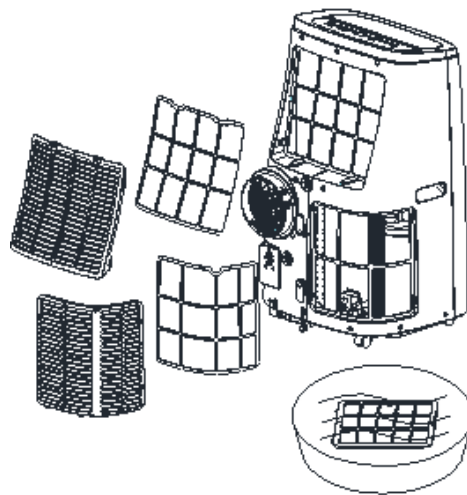

Fig.6
- Pulire il filtro per la polvere una volta ogni due settimane per non influenzare il volume d'aria. Pulire il filtro con del detersivo neutro e con acqua calda a ca. 40°C. Rimuovere tutti i residui di sporco e lasciare asciugare il filtro completamente all'aria prima di montarlo di nuovo nell'apparecchio (Fig.6).